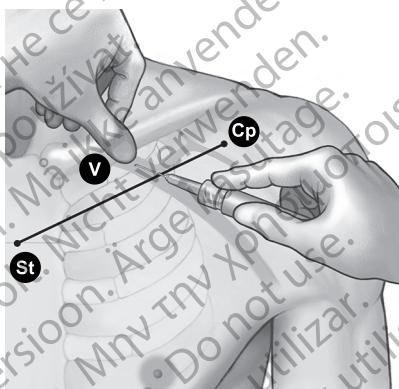

Figura 7. · Ubicación del pulgar y entrada de la aguja.
- Oprima con el pulgar sobre el dedo índice y proyecte 1-2 centímetros por debajo de la clavícula para proteger el músculo subclavio de la aguja (cuando exista hipertrofia del músculo pectoral, el pulgar deberá proyectar unos 2 centímetros por debajo de la clavícula ya que el músculo subclavio estará también hipertrofiado) (Figura 7 Ubicación del pulgar y entrada de la aguja en la página 19).